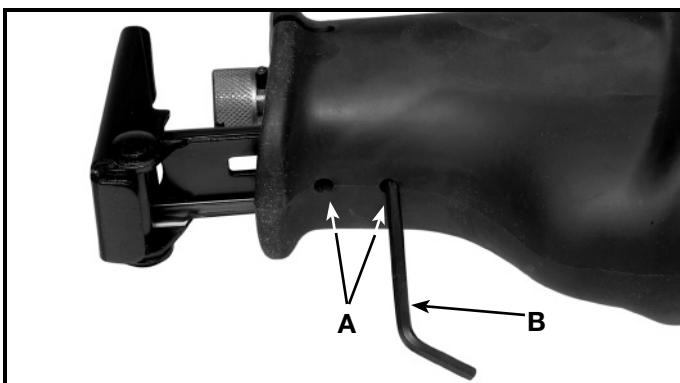

Fig. 9
Le Modèle 741 soulier de guide de pivoting est ajusté en desserrant les deux vis de sort (avec la clé plate fournie) localisé sur le fond du logement d'engrenage de devant (A) Fig. 9. Desserrer les deux vis assez pour permettre au soulier de guide de pivoting pour se déplacer librement. Ajuster à la position désirée et resserrer assurément les deux vis.